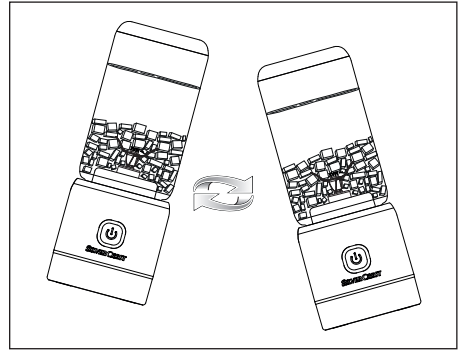

Abb. 1
4) Damit sich die Zutaten besser verteilen, können Sie das Gerät bewegen während es das Lebensmittel zerkleinert. Halten Sie das Gerät hierzu in der Hand und führen Sie damit schwenkende Hin- und Her-Bewegungen aus (siehe Abb. 1). Achten Sie darauf, dass sich der Mixbecher **4** nicht vom Motorblock **9** löst.